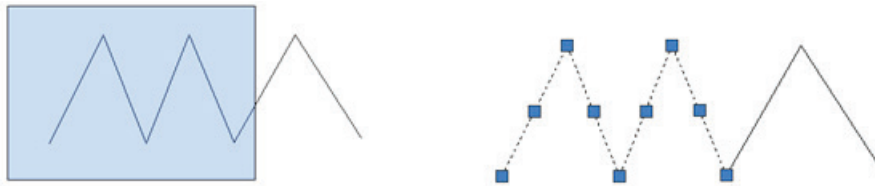

Рис. 50. Выбор объекта окном слева направо
- ♦ выберем часть ломаной линии *окном*. Окно Выбора объектов, формируемое слева направо, имеет синий цвет и обведено сплошной линией (рис. 50). Это окно выбирает объекты, полностью попавшие в него.